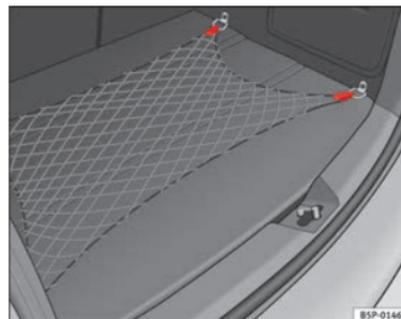

Fig. 108 Rete portaoggetti del bagagliaio
- Tutti i bagagli e gli altri oggetti devono essere collocati nel bagagliaio e fissati in modo che non possano muoversi ⇒ fig. 108. ▶